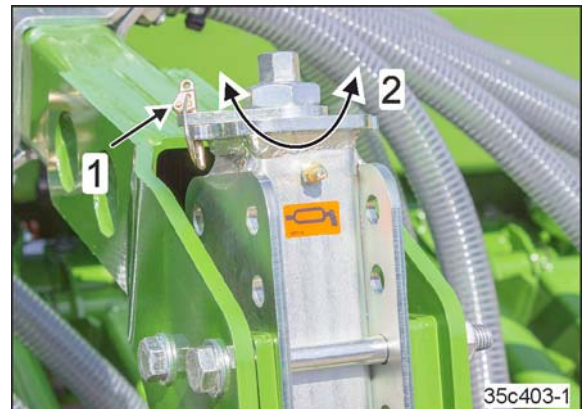

Fig. 186
Die Einstellung erfolgt durch Drehen der Einstellspindel (Fig. 186/2) an allen Verstellsegmenten.
3. Klappstecker entfernen (Fig. 186/1)
4. Einstellspindel in gewünschte Position stellen (Fig. 186/2) und mit Klappstecker sichern